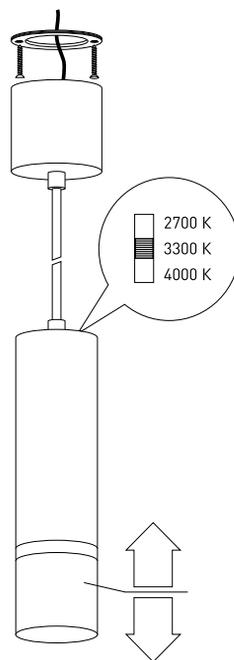

Рис. 2. Установка и подключение светильника
- 3.10. Отрегулируйте необходимый угол излучения, переместив нижнюю часть светового модуля вниз/вверх, как показано на рис. 2.